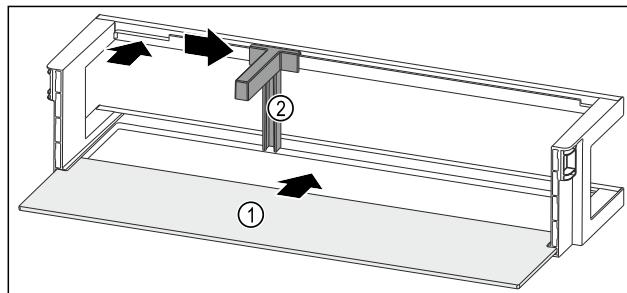

Fig. 141 Дверная полка со съемной полкой
- ▶ Вдвиньте съемную полку Fig. 141 (1) в боковые пазы.
- ▶ Установите держатель для бутылок Fig. 141 (2) в выемку.
- ▶ Сместите держатель для бутылок Fig. 141 (2) в нужное положение в сторону.